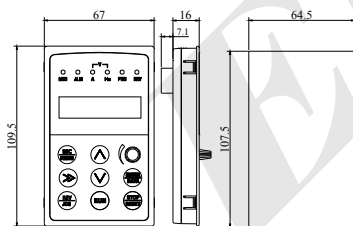

图 2-6 键盘外形及开孔尺寸
- (1) EN-LCD2 远程键盘外引时, 不支持键盘安装盒进行安装, 仅支持键盘进行安装, 开孔尺寸见图 2-6。
- (2) 除 EN-LCD2 远程键盘外, 其余键盘在外引时, 客户可根据实际需求按键盘开孔尺寸或键盘安装盒开孔尺寸进行开孔; 建议安装键盘的板厚在 1.0~1.5mm 之间。
- (3) 如果采用键盘安装盒安装, 键盘安装盒需另行订购。